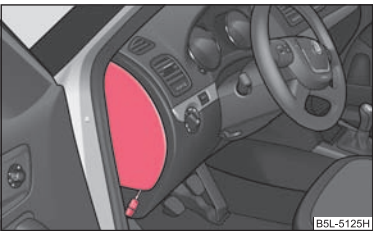

Fig. 192 Cubierta de fusibles: lado izquierdo del cuadro de instrumentos
- Introduzca una llave en el orificio en el lado inferior del cuadro de instrumentos ⇒ fig. 192 y retire la cubierta lateral o la cubierta en el vano motor ⇒ página 242.